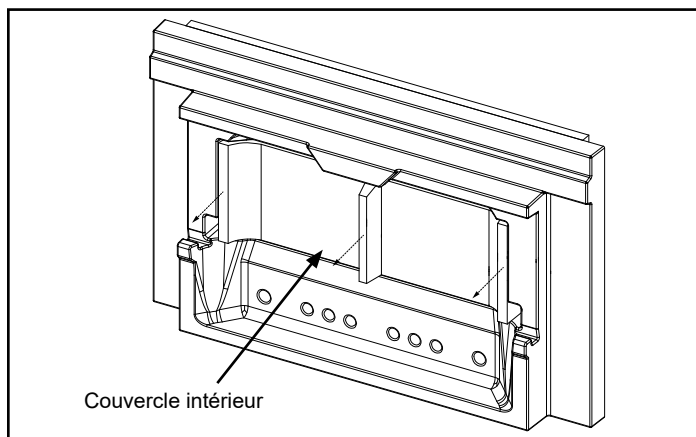

Figure 5.10 – Retirer le couvercle intérieur.
2. Retirez le couvercle intérieur en le tirant directement vers l'extérieur, figure 5.10.